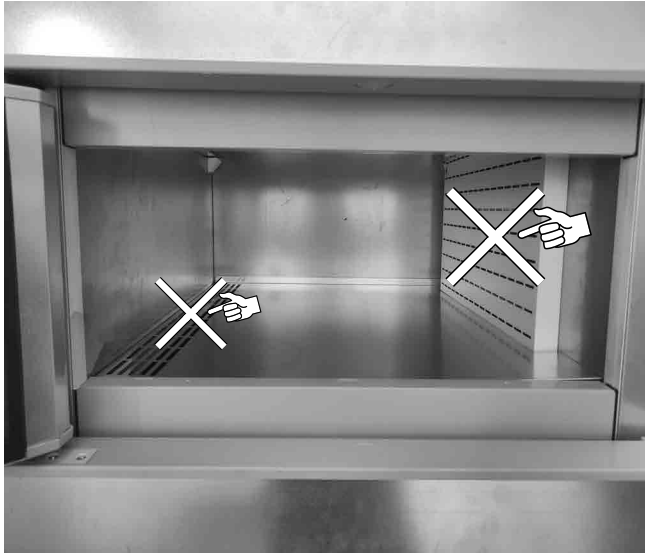

Fig. 22
- La marchandise ne bouche pas le flux d'air réfrigéré ("Fig. 22")